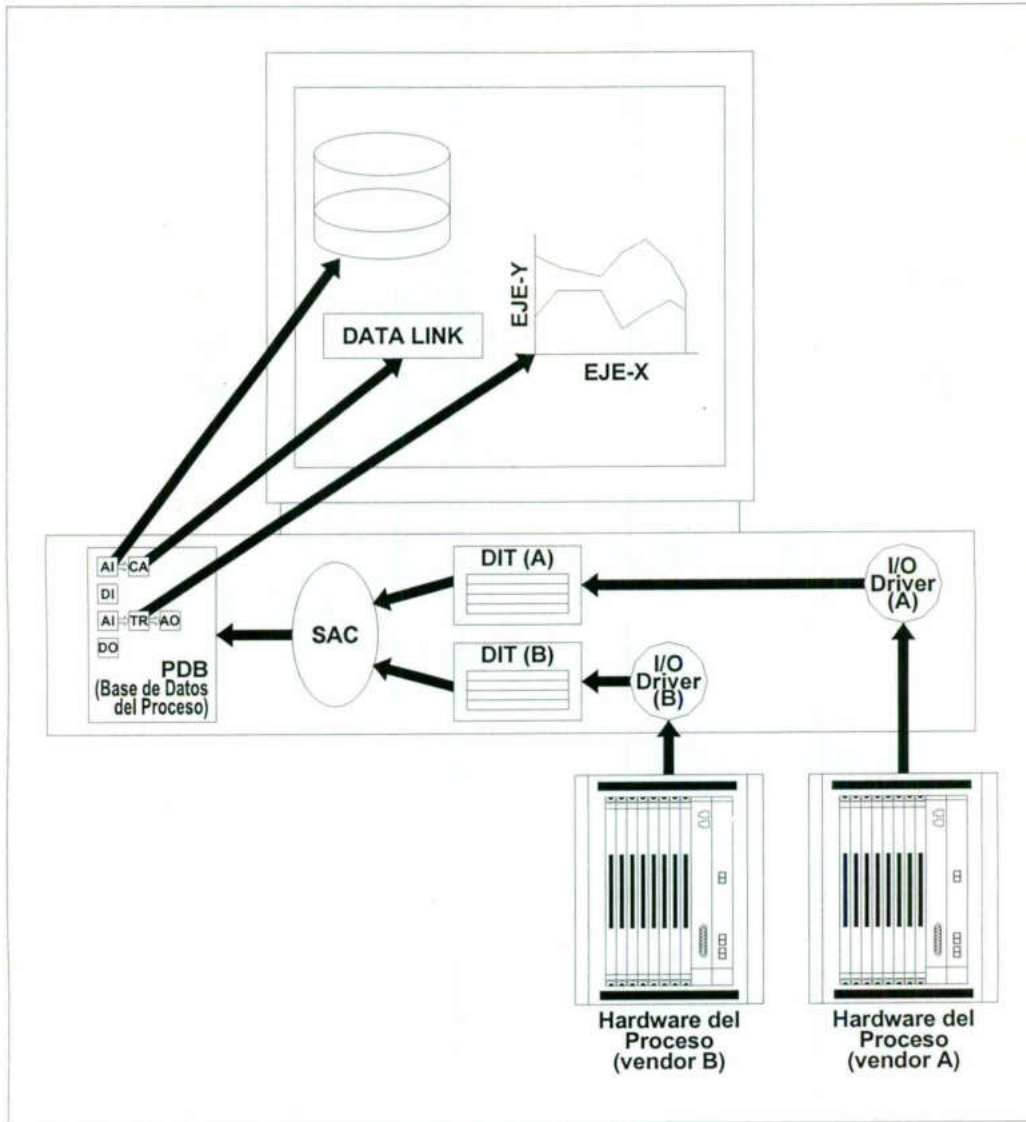

Figura 2-5: Arquitectura Básica (Pantallas Graficas)
- Vea la figura 2-5 como ejemplo